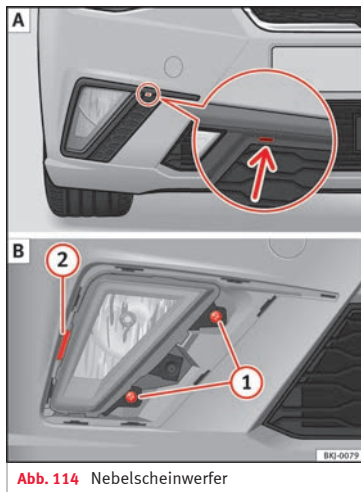

Abb. 114 Nebelscheinwerfer
1. Einen Schraubenzieher in die Kerbe einführen » Abb. 114 A (Pfeil). Lösen Sie die Klipps an den Rändern des Gitters mit einer kleinen Hebelbewegung heraus.
2. Entfernen Sie die beiden Schrauben ① B und lösen Sie den Klipp ② mit einer Hebelbewegung heraus, um den Nebelscheinwerfer herauszunehmen.